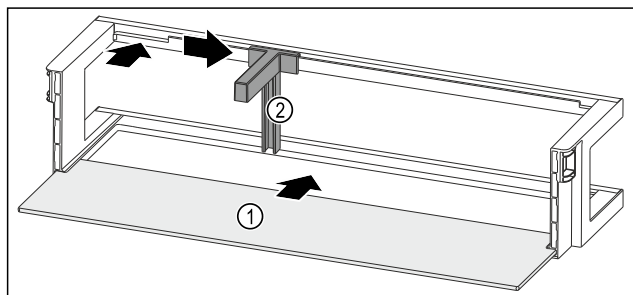

Fig. 264 Лотки на дверцятах з полицею
- ▶ Всуňte полицю Fig. 264 (1) в бокові пази.
- ▶ Вставте тримач пляшок Fig. 264 (2) у паз.
- ▶ Пересуньте тримач пляшок Fig. 264 (2) убік до бажаної позиції.